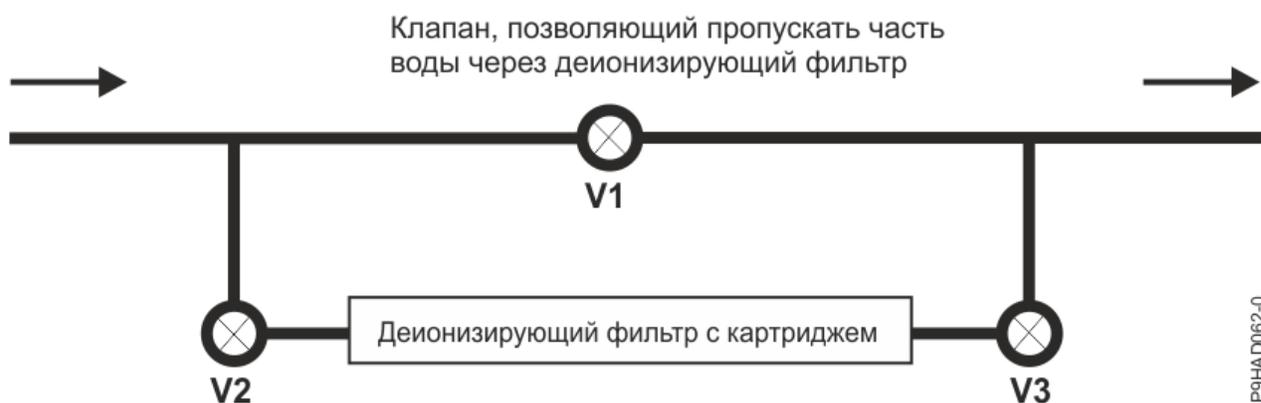

Рисунок 85. Деионизация воды с помощью деионирующих картриджей, установленных в охлаждающем контуре
- Важно очистить воду системы перед добавлением в нее каких-либо химикатов. Этого можно достичь посредством деионизации воды с помощью деионирующих картриджей, установленных в охлаждающий контур. Пример показан на Рисунок 85 на стр. 159. Даже если для заполнения системы используется деионизированная вода, этап деионизации полезен по двум причинам во-первых, он позволяет гарантировать деионизацию начальную воду, а во-вторых, он удаляет ионы, выщелоченные со стенок охлаждающего контура.